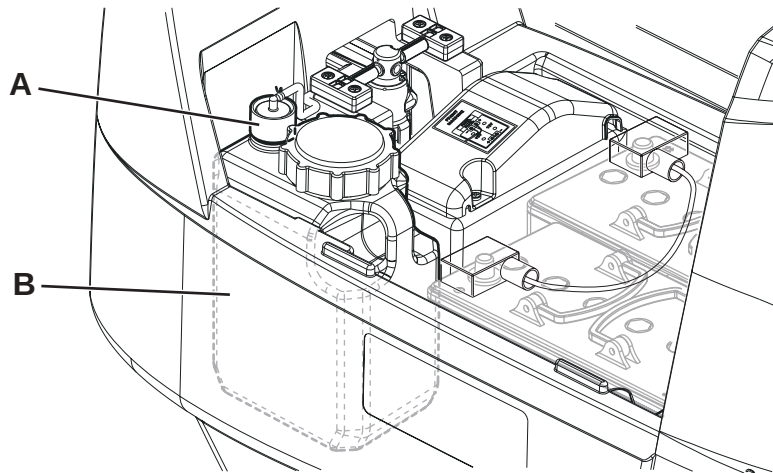

Abbildung 14
2. Sicherstellen, dass das Gerät ausgeschaltet und der Bedienschlüssel (41) herausgezogen wurde.
3. Deckel (34) anheben und überprüfen, ob der Schmutzwassertank (33) leer ist. Gegebenenfalls durch das Ablaufrohr (12) entleeren.
4. Deckel (19) schließen.
5. Tank (33) vorsichtig mit dem Griff (16) anheben.
6. Den Stopfen (A, Abb. 14) vom Reinigungsmittelkanister (B) abdrehen.
9. Den Reinigungsmittelkanister (B) wieder wie in der Abbildung gezeigt in seiner Position anbringen und den Stopfen (A) wieder befestigen.